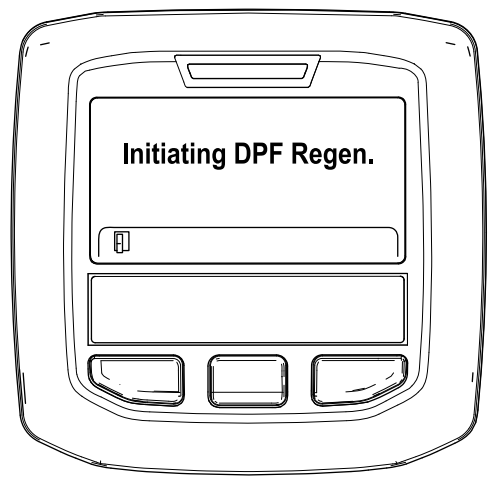

Figure 36
- A. Le message « Initiating DPF Regen. » (lancement régén. FAP) s'affiche (Figure 36).